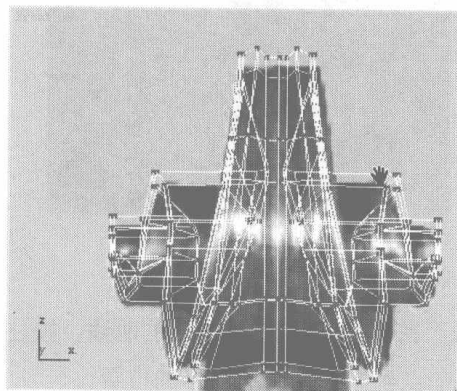
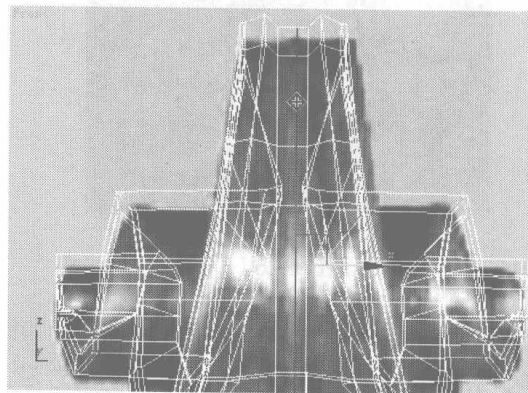
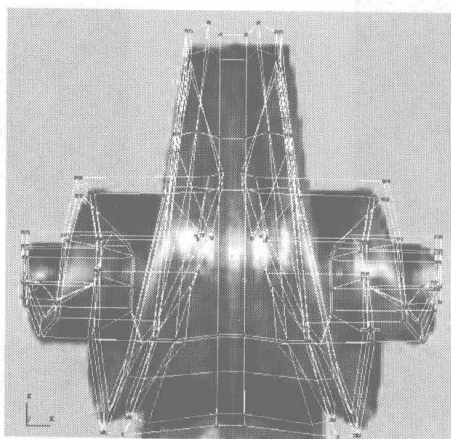

图 5.201
图 5.202
图 5.203
- 11** 调整模型上的点到如图 5.201 所示的位置。选择如图 5.202 所示的曲线，按退格键将其删除，并且删除其上的点，如图 5.203 所示。